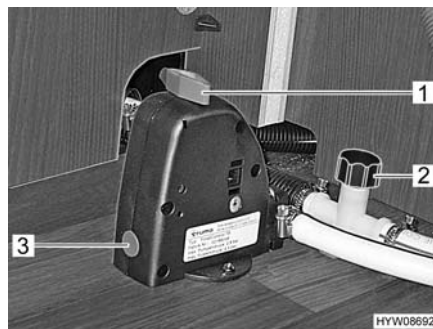

Fig. 112 Valvola di sicurezza/di scarico e rubinetti di scarico
- Chiudere la valvola di sicurezza/di scarico (Truma). A tal fine ruotare la manopola (Fig. 112,1) verticalmente rispetto alla valvola di sicurezza/di scarico e premere verso l'interno il bottone automatico (Fig. 112,3). Con temperature inferiori a 6 °C non è possibile chiudere la valvola di sicurezza/di scarico.
- Chiudere i rubinetti di scarico (Fig. 112,2). A tal fine, ruotare il coperchio in senso orario. L'ubicazione delle valvole di sicurezza/di scarico e dei rubinetti di scarico è riportata al paragrafo "Posizione dei rubinetti di scarico delle valvole di sicurezza/di scarico", alla fine di questo capitolo.